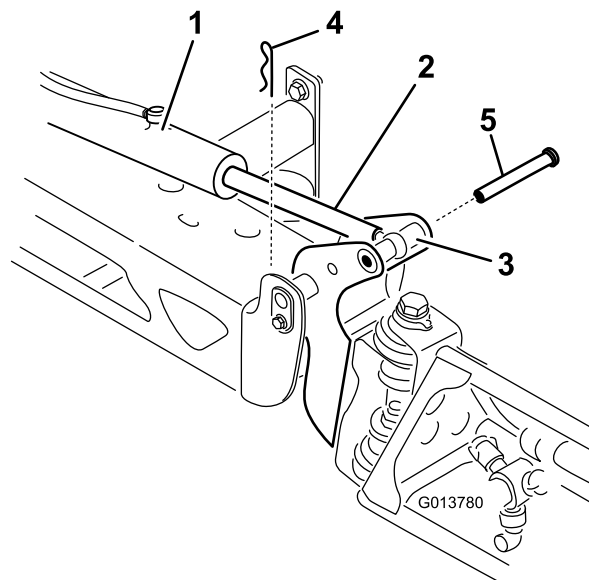

図 74
2. クレビスピンについているヘアピンを抜き取る 図 74。
3. ブームを持ち上げてクレビスピンを外し、ブームをゆっくりと床面に降ろす 図 74。
7. ブームを支えながら、ブームのピボットとアクチュエータロッドにクレビスピンを通す 図 74。